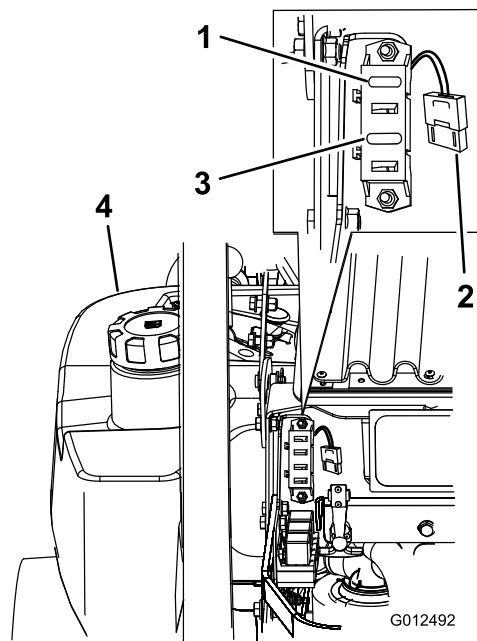

Рисунок 75
1. Разблокируйте и поднимите капот двигателя, чтобы получить доступ к держателю плавких предохранителей (Рисунок 75).
3. Установите новый предохранитель (Рисунок 75).